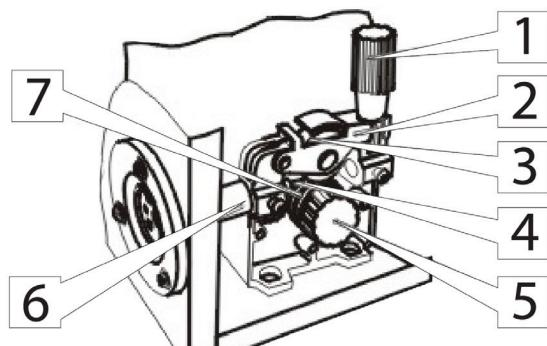

рис. 5
4. Заправьте сварочную проволоку в механизм подачи (см. рис. 5). Для этого:
- послабьте регулируемый прижимной винт (1) и откиньте его в сторону;
- поднимите планку (2) с прижимным роликом (3) (см. рис. 5);
- вставьте сварочную проволоку в направляющую трубку (4) и продвиньте её в приёмное отверстие сварочного шланга (6) на 100-150 мм;
- снимите заглушку (5) с подающего ролика;
- уложите сварочную проволоку в канавку подающего ролика (7); на ролике имеются две канавки – под проволоку диаметром 0,6 и 0,8 мм (чтобы сменить положение подающего ролика, необходимо от руки отвинтить фиксирующий ролик винт, установить ролик нужной стороной и надёжно от руки завинтить винт).
- опустите планку (2) с прижимным роликом (3) и прижмите её прижимным винтом (1).